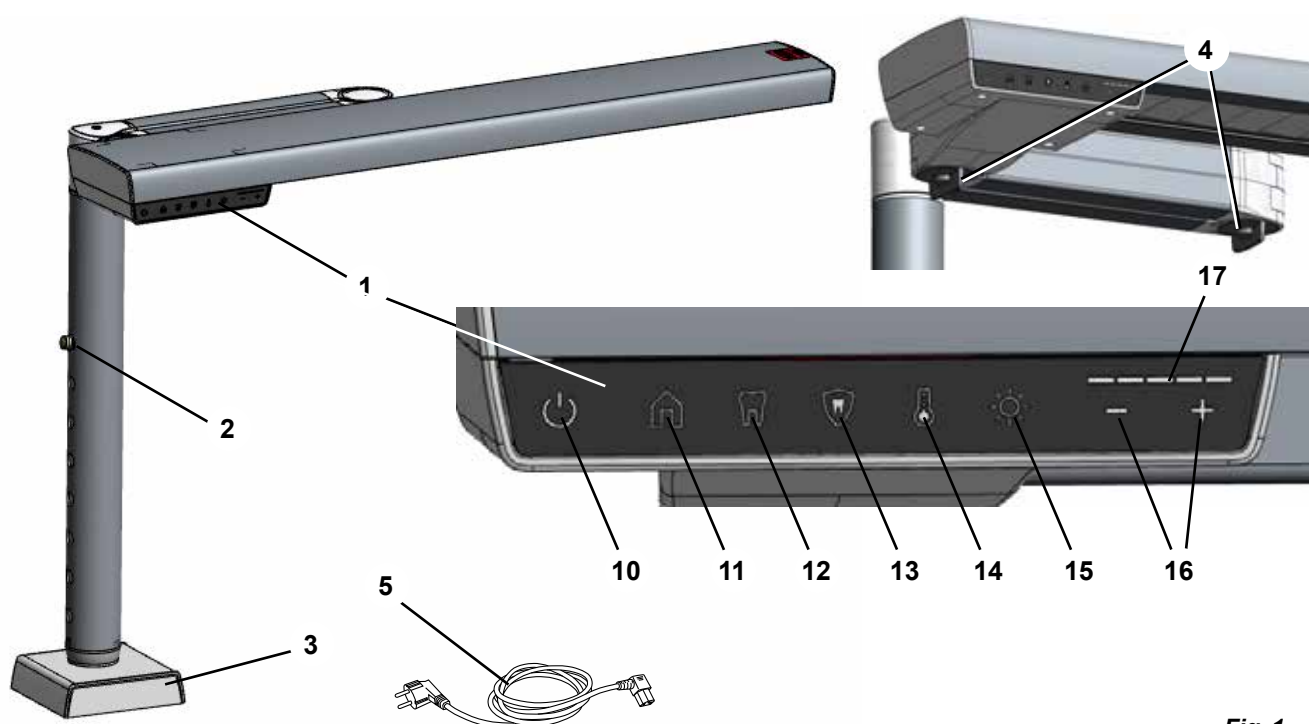

Fig. 1
- ⇒ Apăsați piedica de corecție a înălțimii (2, fig. 1) și extrageți tubul interior de pe soclu până la poziția maximă.
Pentru a determina locul de fixare adecvat, desfaceți piedica articulației (4, fig. 1) și verificați dacă puteți mișca lampa de lucru în poziția optimă descrisă mai sus (cap. 4.2.1).
- ♦ Tasta Luminozitate (15, fig. 1) se aprinde.
- ♦ Valoarea actuală a luminozității este indicată în afișajul intensității (17, fig. 1).